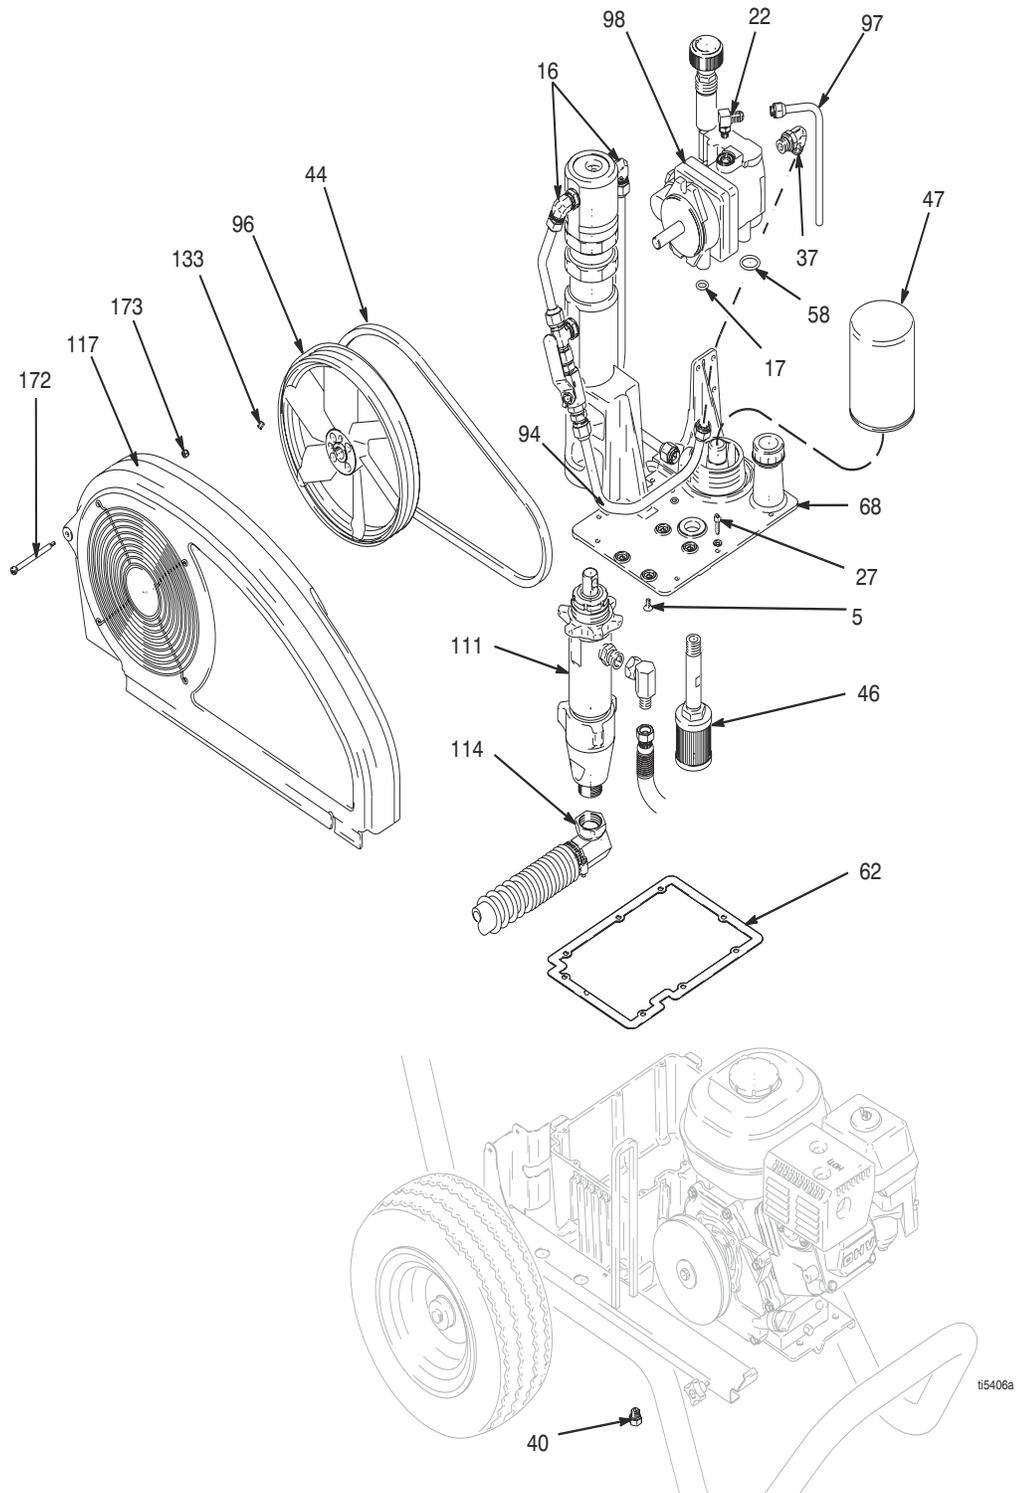

FIG. 2
2. Retire el tapón de drenaje (40) y el filtro de aceite (47) y espere hasta que se drene el aceite hidráulico.
3. Fig. 2. Desconecte el tubo de aspiración (114).
4. Desconecte la bomba de pintura (111), página 15.
5. Retire el tornillo (172), la tuerca (173) y la protección de la correa (117).
6. Levante el motor y retire la correa (44).
7. Retire los dos tornillos de fijación (133) y la correa del ventilador (96).
8. Retire el tubo de drenaje del cárter (97).
9. Retire el codo (22).
10. Retire el tubo (94) del codo (37). Retire el codo (37) de la bomba hidráulica (98).
11. Retire los ocho tornillos (27), la tapa del depósito (68), el conjunto del filtro (46) y la junta (62).
12. Retire los cuatro tornillos (5) y la bomba hidráulica (98) del depósito (68).
1. Instale la bomba hidráulica (98) en el depósito (68) con cuatro tornillos (5); apriete a un par de 100 in-lb (11 N·m).
2. Instale la junta (62) y la tapa del depósito (68) con ocho tornillos (27); apriete a un par de 90 in-lb (10 N·m).
3. Instale el codo (37) en la bomba hidráulica (98). Instale el codo (37) en el tubo (94). Apriete a un par de 15 ft-lb (20,3 N·m).
4. Instale el codo (22); apriete a un par de 15 ft-lb (20,3 N·m).
5. Instale el tubo de drenaje en la carcasa (97); apriete a un par de 25 ft-lb (33,9 N·m).
6. Instale la polea del ventilador (96) con dos tornillos de fijación (133).
7. Levante el motor e instale la correa (44).
8. Instale la protección de la correa (117) con el tornillo (172) y la tuerca (173).
9. Conecte la bomba de pintura (111), página 15.
10. Fig. 2. Conecte el tubo de aspiración (114).
11. Instale el tapón de drenaje (40); apriete a un par de 110 in-lb (12,4 N·m). Instale el filtro de aceite (47); apriete 3/4 de vuelta después de que la junta toque la base. Llene la bomba hidráulica con aceite hidráulico Graco, página 6, a través del orificio del codo (22). Llene el depósito con el aceite hidráulico restante.